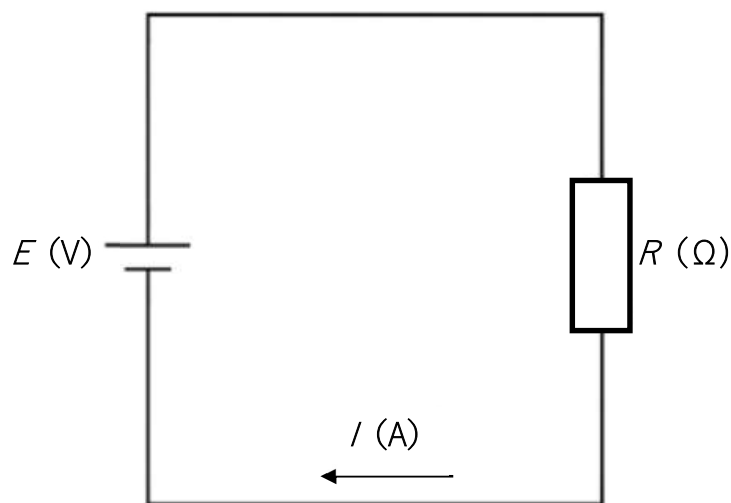

図 9 - 6 電流^{でんりゅう}、電圧^{でんあつ}、抵抗^{ていこう}の回路^{かいろう}
- (1) 式^{しき}をグラフ^{あらわ}で表^ずすと図 9 - 7 のようになります。